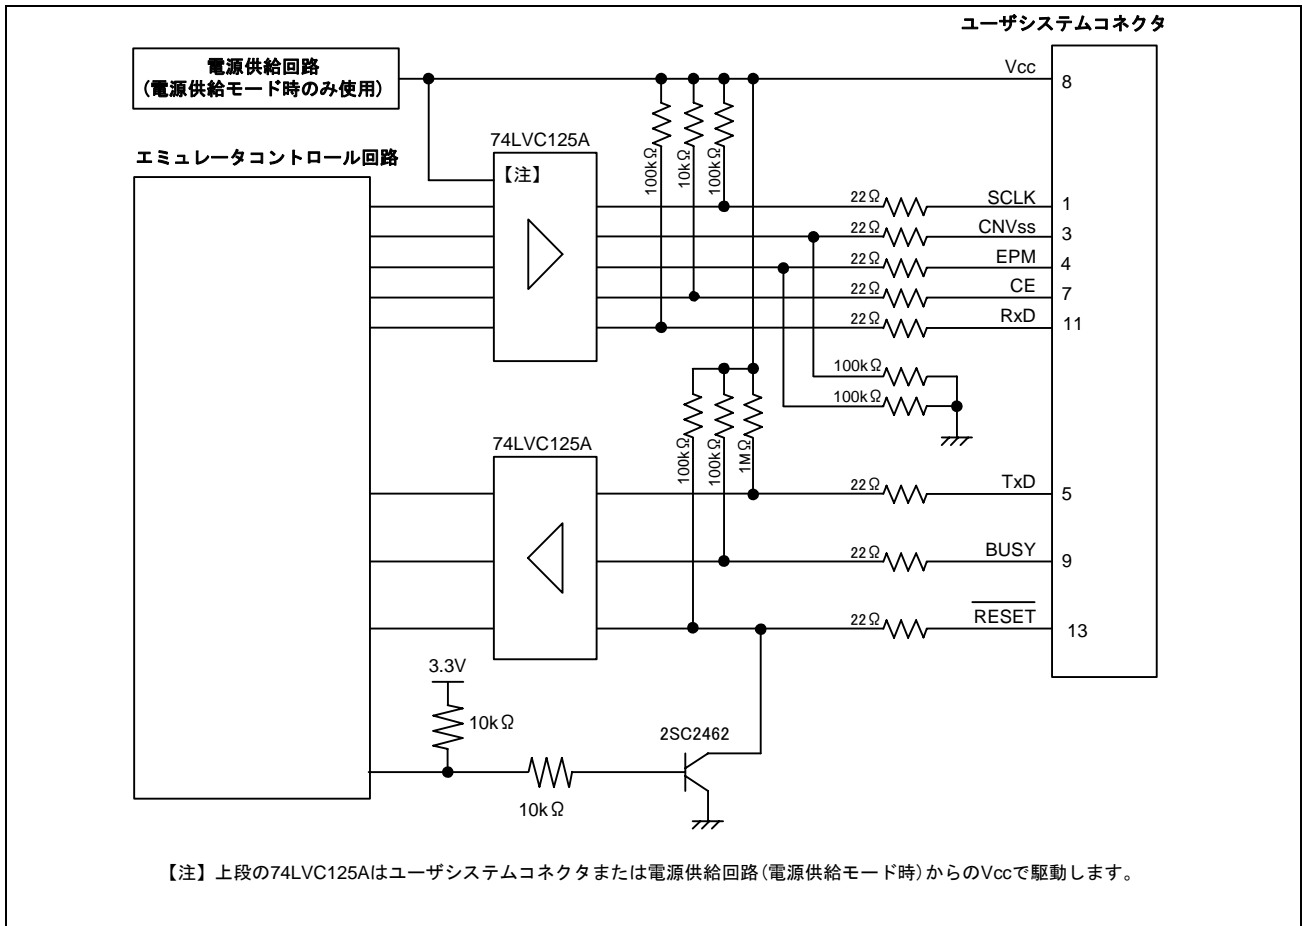

図 5.12 E8 エミュレータ内インタフェース回路 (参考)
E8エミュレータ動作中にP64はHiz状態になることがあります。そのため、抵抗値に関しては、E8エミュレータ内部抵抗(図5.12)との分圧により、中間電位にならない値で端子処理をしてください。
E8エミュレータ動作中にP50,P55はHiz状態になることがあります。そのため、抵抗値に関しては、E8エミュレータ内部抵抗(図5.12)との分圧により、中間電位にならない値で端子処理をしてください。
P55は、E8エミュレータを外した後のマイコン端子状態を考慮し、プルアップまたはプルダウンしてください。E8エミュレータ動作中にP55はHiZ状態になることがあります。そのため、抵抗値に関しては、E8エミュレータ内部抵抗(図5.12)との分圧により、中間電位にならない値で端子処理をしてください。
9. 図5.12にE8エミュレータ内インタフェース回路を示します。プルアップ抵抗の値などを決定するときに参考にしてください。